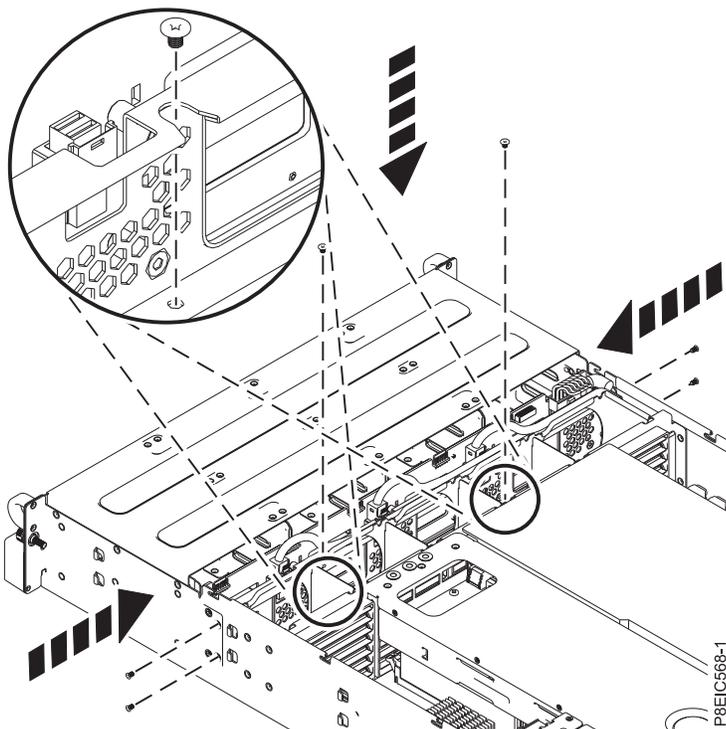

Figura 31. Sustitución de tornillos de placa posterior de unidad de disco
5. Sustituya dos tornillos en la parte inferior de la placa posterior de unidad de disco, tal como se indica en Figura 31.
6. Sustituya 2 o 4 tornillos en los laterales del chasis para fijar la placa posterior de unidad de disco, tal como se indica en Figura 31 en la página 28.